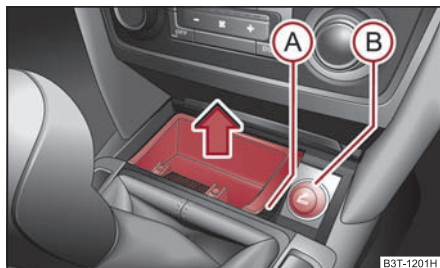
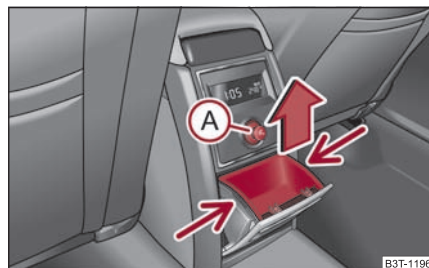

Fig. 104 Console centrale:
Fig. 105 Console centrale:
- Attrapez le boîtier du cendrier au niveau du point **A** ⇒ fig. 104 et sortez-le dans le sens de la flèche.
- Attrapez le boîtier au niveau de l'endroit marqué par des flèches ⇒ fig. 105 et enlevez-le.
- Appuyez sur le bouton d'allumage (A) ⇒ page 96, fig. 105 ou (B) ⇒ page 96, fig. 104.